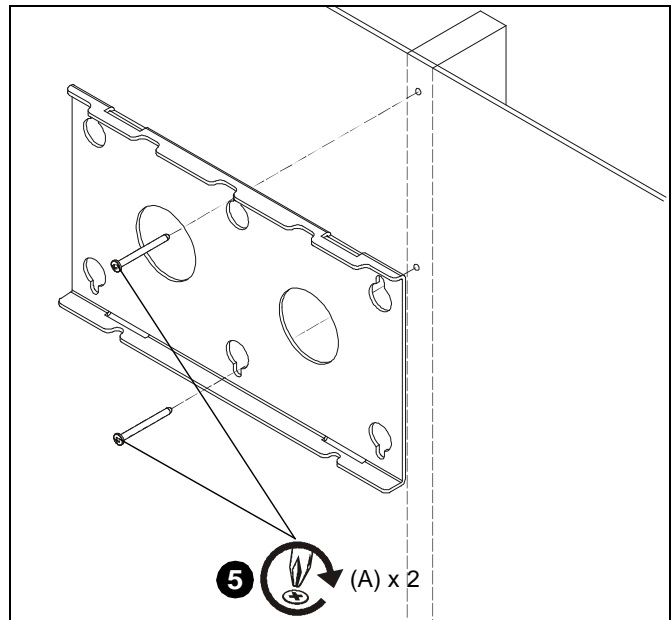

Figura 2
5. Utilice dos tornillos Phillips autopercutor #10 x 64 mm (2 1/2") (A) para fijar el soporte a la pared. (Consulte la Figura 2)